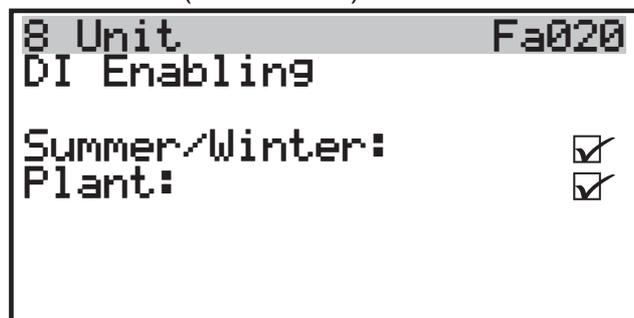

Figura 5.3
- 2 Richieste tramite ingressi digitali (TA e E/I) menu: **Fa020** (Figura 5.3):